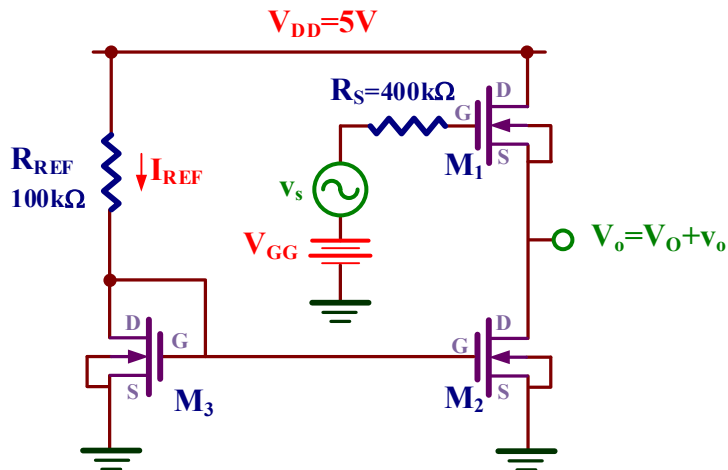

Figura X.6. Amplificador drenador común NMOS.
En esta sección se repetirá el análisis anterior pero aplicado a un amplificador simple NMOS en configuración drenador común o seguidor con carga activa; el esquemático de este amplificador se muestra en la figura X.6. En esta configuración, el transistor NMOS actúa como amplificador y su el terminal drenador (D) es común a la entrada (G) y salida (S). Presenta una ganancia ligeramente inferior a 1 ($A_v < 1$) y al ser positiva el desfase entre la entrada y la salida es de 0° .
- H)** Editar con LTspice el esquemático del amplificador drenador común de la figura X.6 y determinar el valor de V_{GG} para que la tensión DC de la salida V_O esté en la mitad de la V_{DD} ($V_O = V_{DD}/2 = 5V/2 = 2.5V$).